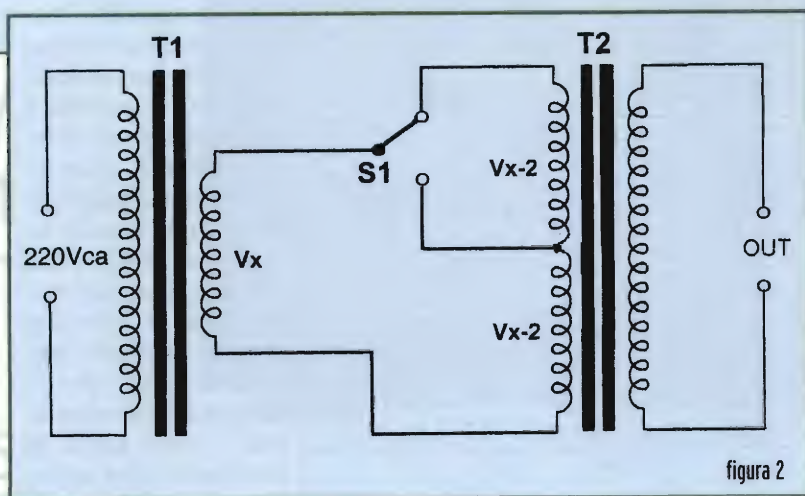

figura 2
Si vede subito che la massima ampiezza del segnale di ingresso per ottemperare questa condizione è quella che ci permette l'intera escursione sulla retta di carico da $V_g = 0$ al valore di V_g che corrisponde al punto $V_{cc} = V_{ak}$, che chiameremo V_y come possiamo vedere in **figura 2**.
Dalla **figura 2** possiamo dedurre che l'ampiezza massima è costante al variare del carico, quindi la potenza di uscita risulterà massima per $R_c = r_a$. (1)
80/100W con primario 220V e uno o più secondari a bassa tensione (12, 15, 18V). L'ideale sarebbe un tipo di trasformatore con primario universale, ma si tratta di componenti ormai rari. Lo schema d'inserzione è quello di **figura 2**, ma si tenga presente che a causa delle perdite di trasformazione, è bene che i due avvolgimenti a bassa tensione, che vanno collegati tra loro, presentino una differenza di tensione di un paio di volt, per ottenere in uscita la tensione nominale richiesta. Vale a dire che se il se-